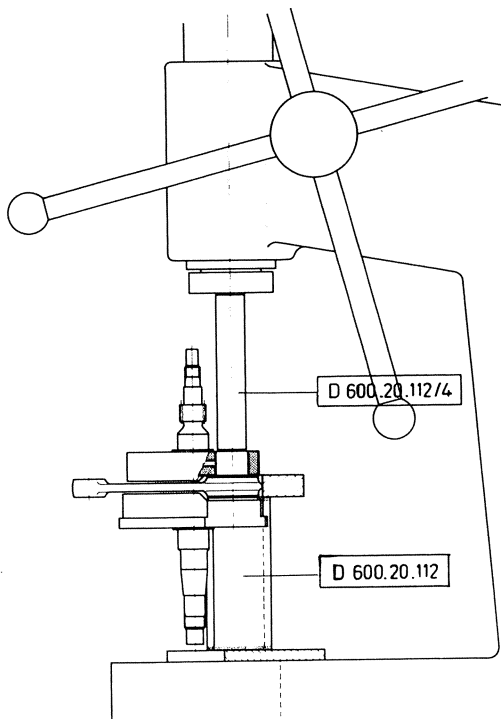

Fig. 43
- Auf einer Presse, mittels Halter Nr D 600.20.112 und Dorn Nr D 600.20.112/4 den Kurbelzapfen aus der rechten Kurbelwellenwange (Steuerseite) her austreiben (Fig. 43)
- A l'aide du support No D 600.20.112 et du mandrin No D 600.20.112/4 extraire sur une presse le maneton de la joue du vilebrequin, côté distribution (fig.43)